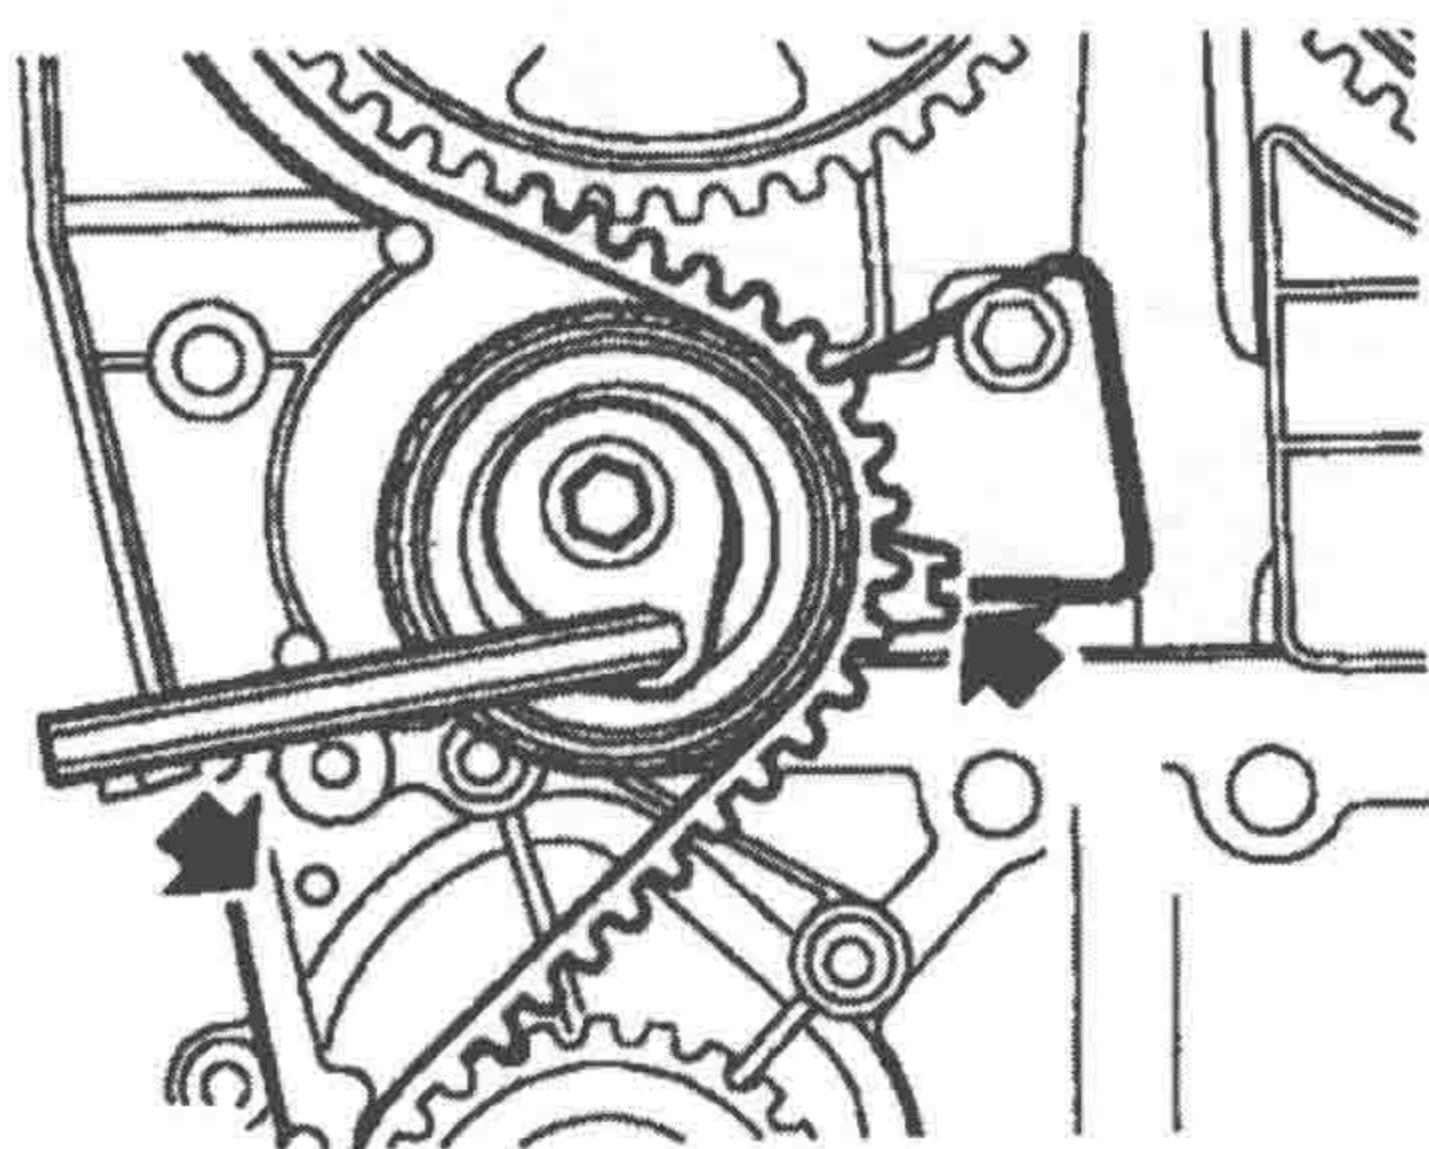

图 1-1-10 指针和指针线对准
- ⑦ 检查并保证正时皮带装在所有齿轮和张紧轮的中央。
⑧ 清洁正时皮带前下盖。
⑨ 把密封件装到正时带前下盖盖上。
⑩ 安装正时带前下盖并将固定螺钉拧紧到 $9N \cdot m$ 。
⑪ 清洁动力转向泵皮带张紧器和接合面。
⑫ 安装动力转向泵皮带张紧器并将螺栓拧紧至 $25N \cdot m$ 。
⑬ 安装曲轴辅助皮带轮。
⑭ 拿开凸轮轴带轮锁止工具 T10029。
⑮ 用一个 6mm 的内六角扳手沿逆时针方向转动张紧轮杆，使指针和图 1-1-10 所示的指针线对准。